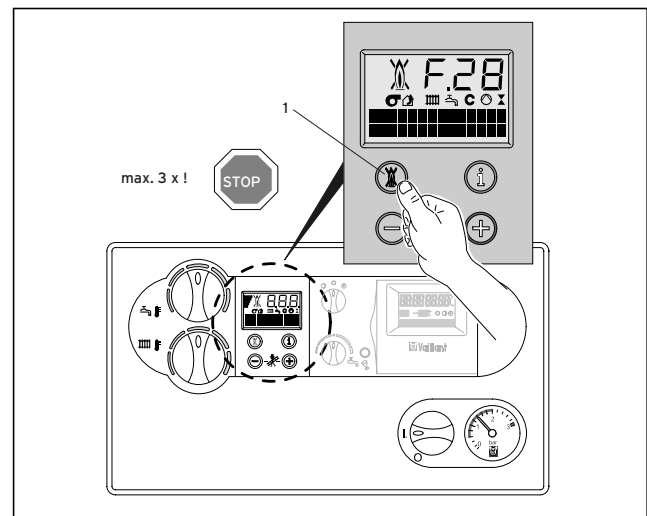

Fig. B.10 Reset
- Tryk i det tilfælde på resetknappen (1), og hold den inde i ca. 1 sek. (fig. B.10).